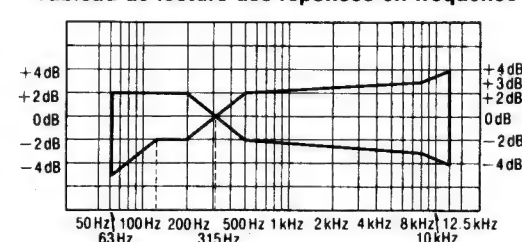

Fig. 8
5. Vérifier que les valeurs mesurées se situent dans la bande spécifiée de la courbe de réponse en fréquence. (Voir Fig. 8).